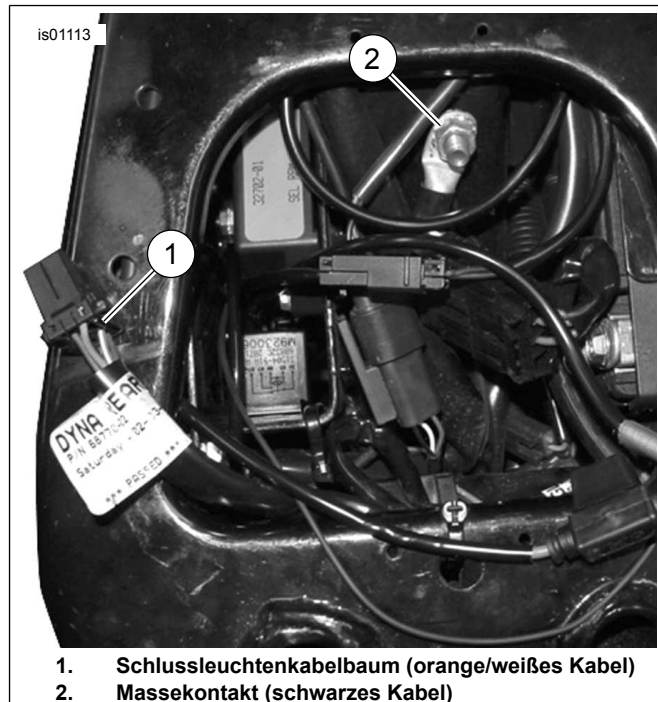

Abbildung 1. Strom- und Masseanschlüsse (Dyna-Modelle)
3. Siehe Abbildung 1. Das schwarze Kabel auf dem Kabelbaum so abschneiden, dass es leicht bis zum Masseanschluss reicht. Die Kabelöse am Ende des Kabels gemäß den Anweisungen für die Packard-Quetschverbinderzange im Anhang des Werkstatthandbuchs anquetschen.
2. Siehe Abbildung 1. Einen Bereich der Hauptkabelbaumhülle innerhalb der Seitenabdeckung an einer zugänglichen Stelle behutsam aufschlitzen. Ein orange/weißes Stromkabel des Hauptkabelbaums durchschneiden.